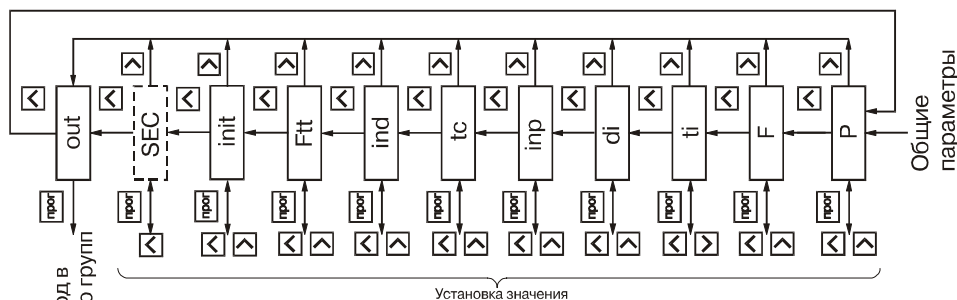

Рис. 25
6.1.8. Группа "**Group\_C**" (рис.25) содержит параметры, **inP** и **tc**, определяющие режим работы входного коммутатора коэффициенты предделителя **P** и множителя **F**, время измерения **ti** и начальное смещение **di** для расходомера, а также режимы работы счетчика времени **Ftt**, индикации **ind** и сброса счетчика импульсов при подаче питания на прибор **init**.